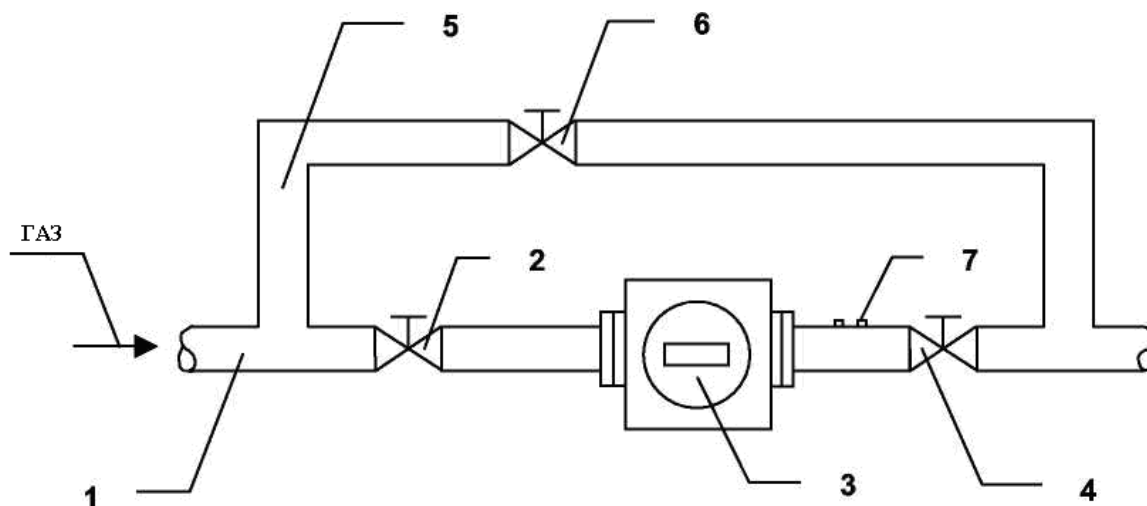

Рисунок 9 Установка счетчика
3.4.14 На газопроводах с давлением до 1,6 МПа рекомендуется схема установки, приведенная на рис. 9. Наличие вентиля 2 является обязательным. Он позволяет отключить счетчик в случае его повреждения, облегчает ввод счетчика в эксплуатацию в протяженных или сложных газопроводах.
3.5.3 До начала пуска счетчика все вентили на трубопроводе (рис. 9) должны быть закрыты.
3.5.5 С помощью вентиля 2 (рис. 9) очень медленно с учетом требований п. 3.5.3 увеличивайте давление на счетчике.